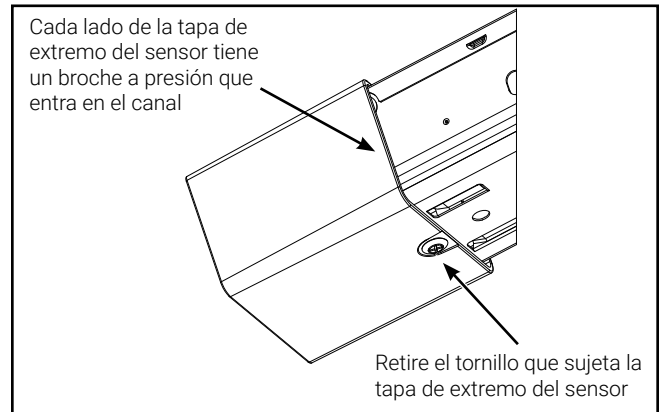

Figura 1.
3. Si el luminario ya tiene instalada la tapa de extremo del sensor, retírela (Figura 1) antes de quitar la cubierta.